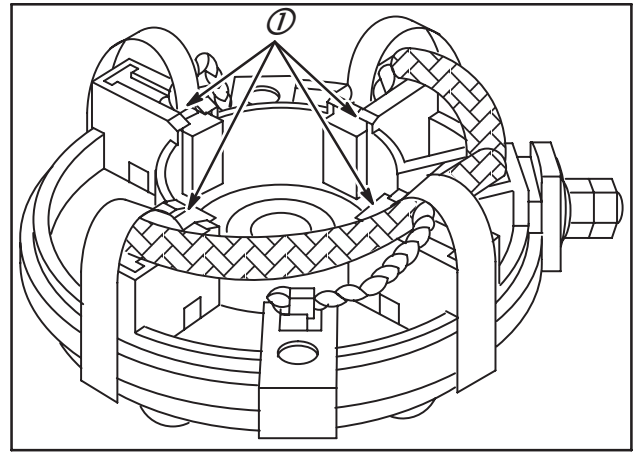
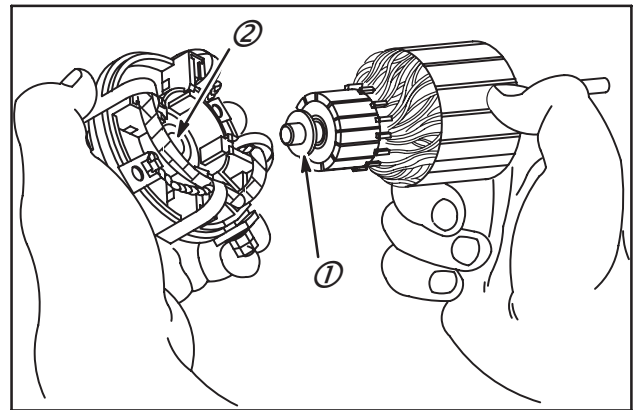

Fig. 46
Fig. 47
1. Introduire les ressorts de balais et les balais (1), Fig. 46, dans les guides le plus loin possible et les maintenir dans cette position avec les ressorts pour balais, Fig. 6, 46.
5. Remonter les entretoises (1) et le support côté entraînement, palier illustré – (2), en alignant le raccord du boîtier avec le support d'entraînement.
7. Le jeu latéral du rotor doit être de 0,15 à 0,97 mm après remontage, Fig. 47.